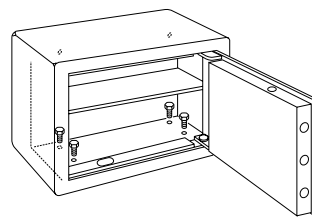

Fig. 2
- Coloquen en posición la caja fuerte con la puerta abierta y, del interior, introduzcan los tornillos de fijación en los agujeros correspondientes y luego apriétenlos (véase fig. 2). Es ahora cuando la caja fuerte está fijada.